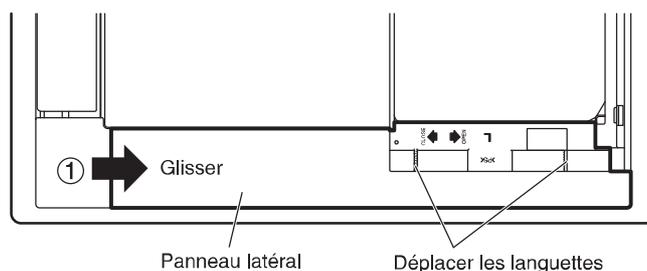

Fig. 7-2
- (1) Glisser les panneaux latéraux dans la direction de la flèche ① pour les enlever (2 emplacements, gauche et droit). (Fig. 7-2)